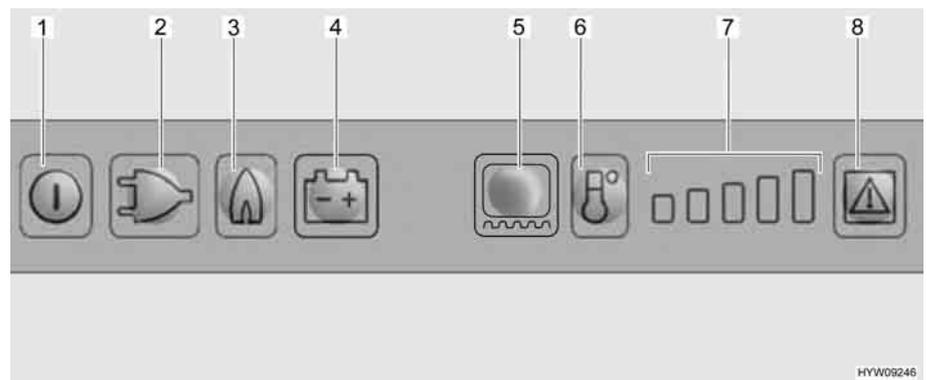

Fig. 140 Elementi di comando del frigorifero
- Premere il tasto On/Off (Fig. 140,1) per circa 2 secondi. Il frigorifero si accende. Si accende il tasto dell'ultima modalità di funzionamento.
- Eventualmente premere il tasto per la modalità di funzionamento "Gas" (Fig. 140,3). Il tasto si accende. L'alimentazione del gas è ora aperta. L'accensione avviene automaticamente. È udibile un ticchettio fino a quando procedura di accensione non è stata portata a termine.
- Regolare la temperatura di refrigerazione con il tasto di selezione dei gradi di temperatura (Fig. 140,6).
- Eventualmente premere il tasto della modalità di funzionamento "230 V" (Fig. 140,2). Il tasto si accende.
- Eventualmente premere il tasto della modalità di funzionamento "12 V" (Fig. 140,4). Il tasto si accende.
- Accendere il riscaldamento del telaio per 2 ore: Premere una volta il tasto luminoso per il riscaldamento del telaio (Fig. 140,5). Sull'indicazione dei gradi di temperatura (Fig. 140,7) si accende una barra.
- Accendere il riscaldamento del telaio per 5 ore: Premere due volte il tasto luminoso per il riscaldamento del telaio (Fig. 140,5). Sull'indicazione dei gradi di temperatura (Fig. 140,7) si accendono due barre.
- Regolazione del riscaldamento del telaio ad esercizio continuo: Premere tre volte il tasto luminoso per il riscaldamento del telaio (Fig. 140,5). Sull'indicazione dei gradi di temperatura (Fig. 140,7) si accendono tre barre.
L'indicazione dei gradi di temperatura (Fig. 140,7) indica per alcuni secondi la durata di esercizio del riscaldamento del telaio.
Nel caso di temperature esterne ed umidità dell'aria elevate è possibile che si formino gocce d'acqua sul telaio in metallo del vano congelatore. Per questo motivo il frigorifero è dotato di un riscaldamento del telaio per il vano congelatore. Nel caso di temperature e umidità dell'aria elevate, accendere il riscaldamento del telaio con il tasto luminoso per il riscaldamento del telaio (Fig. 140,5). È possibile così evitare fenomeni di corrosione. Quando il riscaldamento del telaio è acceso, si accende il tasto luminoso (Fig. 140,5).